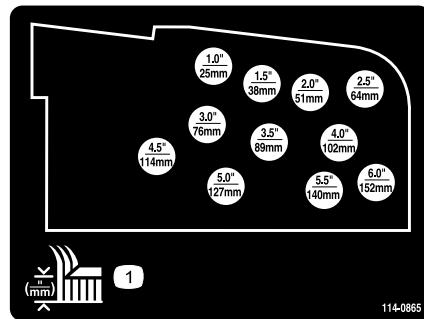

図 26
6. ヘアピンコッターとクレビスピンを使って、希望する刈高穴(図 26)に、刈高チェーンを取り付ける。